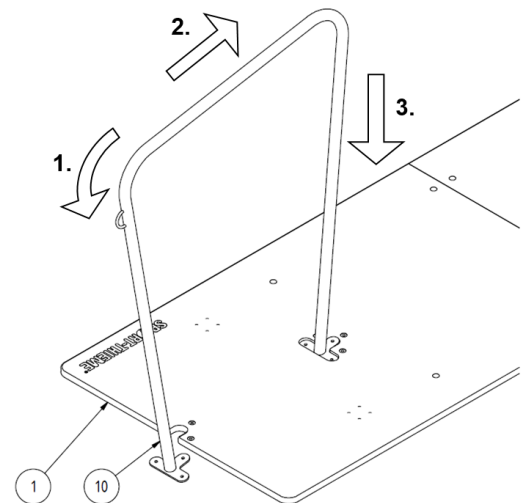

Abb. 4: Positionieren der Bügel
Um die Bügel ⑩ zu montieren, müssen sie zunächst in die richtige Position gebracht werden (Abb. 4). Es wird empfohlen, den Bügel zunächst soweit zu neigen, dass sein inneres Bodenblech über und sein äußeres Bodenblech unter die Bodenplatte ① geschoben werden können. Befindet sich das innere Bodenblech dann über der T-förmigen Aussparung, so führen Sie dieses durch die Bodenplatte, sodass sich beide Bodenbleche unterhalb der Bodenplatte befinden. Richten Sie den Bügel anschließend so aus, dass die Bohrlöcher seiner Bodenbleche genau unter den Bohrlöchern der Bodenplatte liegen.